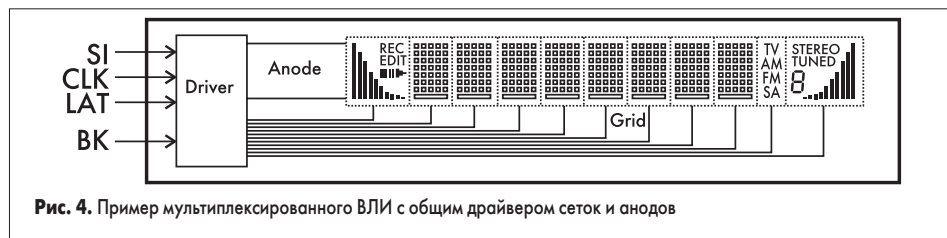

Рис. 4. Пример мультиплексированного ВЛИ с общим драйвером сеток и анодов
- Мультиплексированный ВЛИ с общим драйвером (рис. 4): аноды и сетки управляются поочередно одним драйвером, при этом один выход драйвера соединен с несколькими анодами. Использование принципа общего драйвера позволяет уменьшить количество кристаллов, встраиваемых внутрь ВЛИ, и снизить его стоимость, но требует более сложного программного обеспечения, поскольку в одном потоке данных передаются как сигналы управления сетками, так и сигналы управления анодами. Управление по принципу общего драйвера применяется обычно во ВЛИ